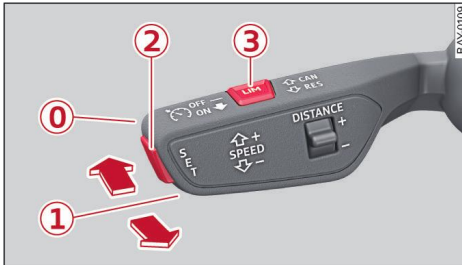

Fig. 128 Palanca de mando: Manejar el asistente de conducción adaptativo
- Para alargar unos segundos más o activar de nuevo el estado  **Disponible**, tire de la palanca hacia usted en la dirección de la flecha ⇒ *pág. 199, fig. 128*.